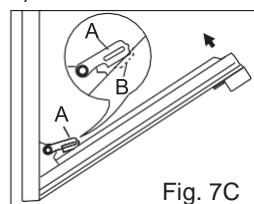

Fig. 7C
- 3) chiudere lentamente la porta sino ad arrivare in corrispondenza dei ganci "A" assicurandosi che si vadano a bloccare nelle asole "B" della porta, come indicato nella fig. 7C.